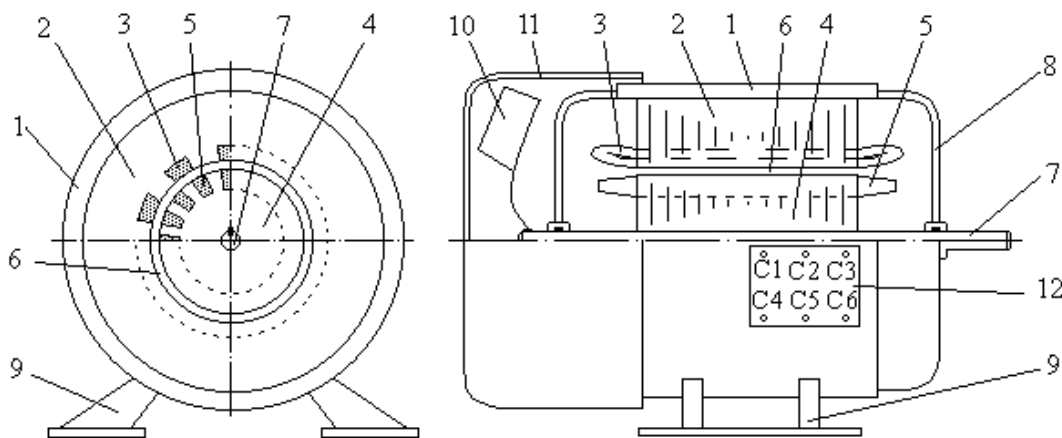

Рисунок 3
7. На рис.3 схематично зображений трифазний асинхронний двигун. Цифрами позначені наступні елементи статора машини: